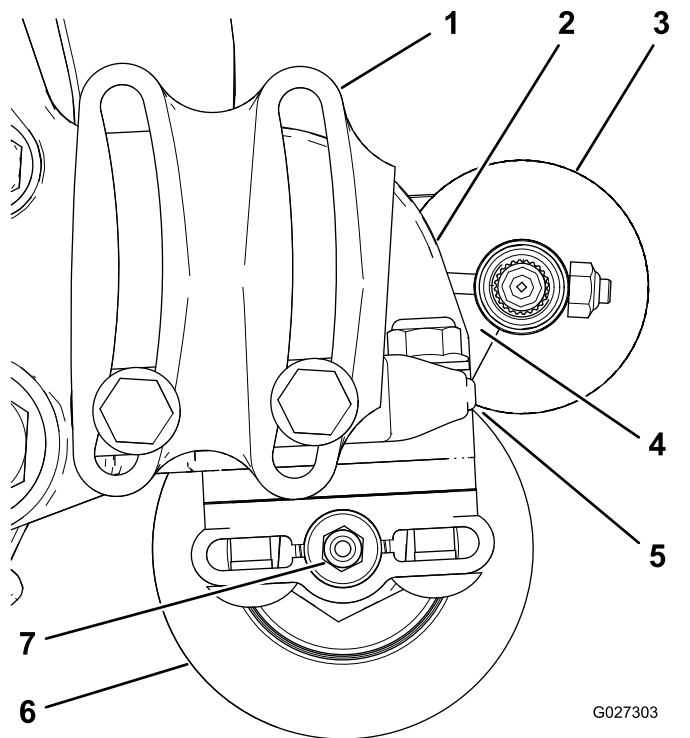

図 11
2. ローラブラシが後ローラにわずかに触れるまたは乗るように、ローラブラシの位置を決める  図 11。